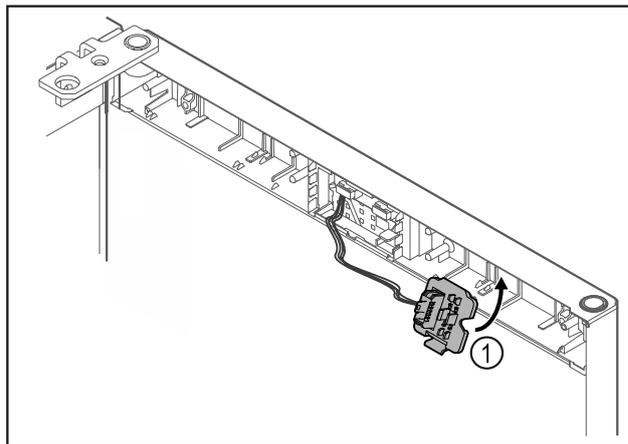

Fig. 18
- Nofiksējiet spraudņa turētāju Fig. 18 (1) pretējā pusē.